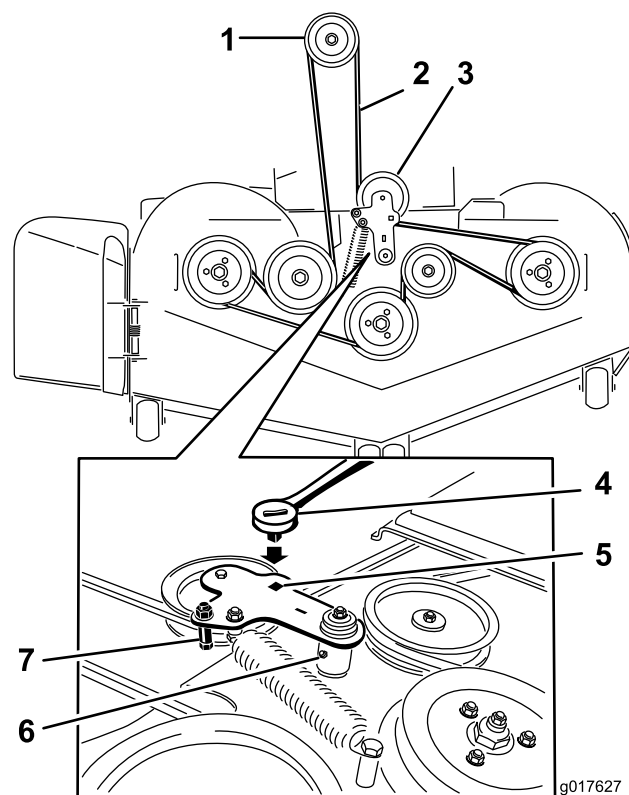

Figure 73
5. Insérez un rochet dans le trou carré du bras de tension pour détendre le ressort de la poulie de tension (Figure 73).
7. Enlevez le guide-courroie situé sur le bras de la poulie de tension rappelé par ressort (Figure 73).
9. Acheminez la courroie neuve autour des poulies du tablier de coupe et de la poulie d'embrayage, sous le moteur (Figure 73).
10. Montez le guide-courroie sur le bras de la poulie tension (Figure 73).
11. Insérez le rochet dans le trou carré et montez le ressort de la poulie de tension (Figure 73).